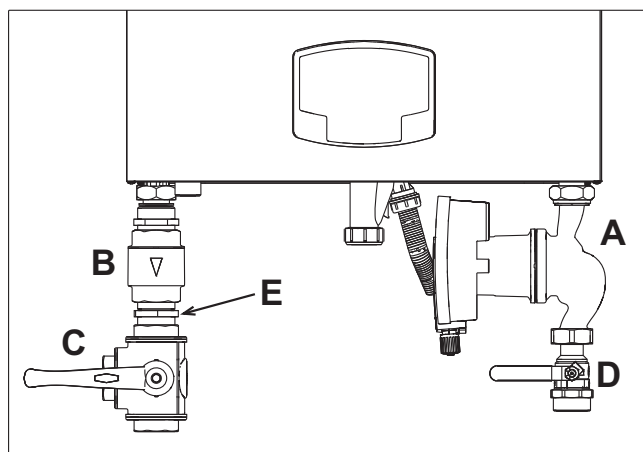

рис. 35- Котел с установленными комплектами
код 042070X0 - КОМПЛЕКТ ВЫСОКОПРОИЗВОДИТЕЛЬНОГО ЦИРКУЛЯЦИОННОГО НАСОСА - 7 м (А - рис. 35)
код 042071X0 - КОМПЛЕКТ ВЫСОКОПРОИЗВОДИТЕЛЬНОГО ЦИРКУЛЯЦИОННОГО НАСОСА - 10 м (А - рис. 35)
- 1 НЕВОЗВРАТНЫЙ КЛАПАН - Гнездовое 1"1/2 (В - рис. 35)
- 2 3-ХОДОВОЙ ВЕНТИЛЬ - Гнездовое 1"1/2 (С - рис. 35)
- 3 ВЕНТИЛЬ Штыревое/гнездовое 1"1/2 (D - рис. 35)
- 4 СОЕДИНИТЕЛЬНЫЙ ПАТРУБОК 1"1/2 (E - рис. 35)